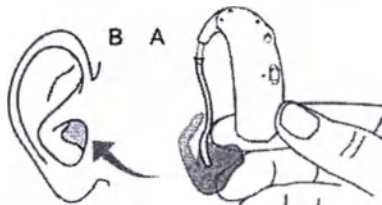

Рисунок 7 – Установка ушного вкладыша
2.1.4.1 Вставьте кончик ушного вкладыша в Ваш слуховой проход, слегка его поворачивая. Убедитесь, что верхняя часть ушного вкладыша (А) попала под завиток (В) Вашей ушной раковины (рисунок 7).